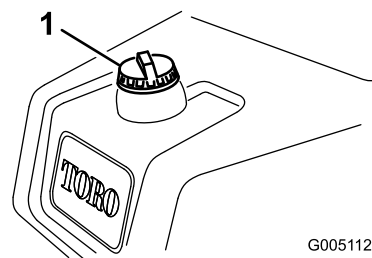

図 22
1. 燃料キャップの周囲をきれいに拭いてキャップを外す 図 22。